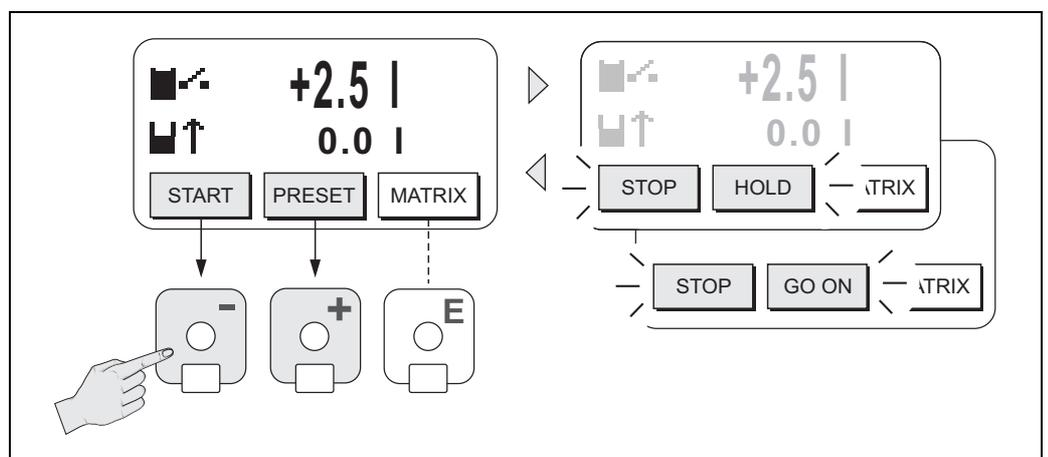

Fig. 30: Controllo dei processi di dosaggio mediante display locale (tasti)
I seguenti "tasti" appaiono quindi sulla riga inferiore del display locale → Fig. 30:
3. Dopo essere usciti dal menu IMPOSTA, il processo di dosaggio può essere attivato premendo "AVVIO (⏏)". Sul display sono visualizzati dei nuovi tasti (STOP / HOLD o CONTINUA). Possono essere usati in qualsiasi momento per terminare, interrompere o proseguire il processo di dosaggio → Fig. 30